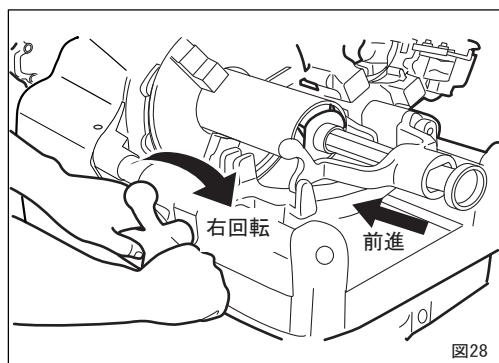

図28
- ④ スイッチを入れてパイプを回転させてから送りハンドルでリーマをパイプに押しつけ、パイプが 1 回転以上したらリーマをパイプからはなしてください。これで面取りは完了です。(図28)